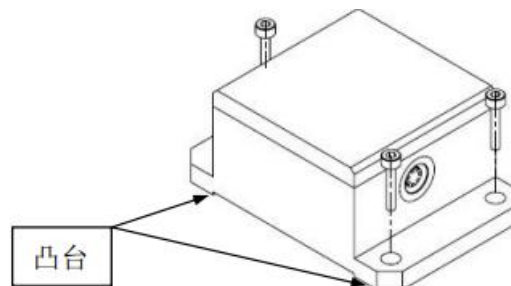

图 5 安装示意图
- 5) 安装时，均匀用力，且轮流拧紧三个螺钉，以避免机械应力使底板变形而造成零点输出误差，安装力矩：3~4Nm。传感器壳体底座有二个凸台，用于保证底座的平面度，同时也降低对安装基面的要求。如图 5 所示。